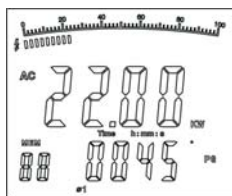

图7
1. 按下SEL键选择第一相 ①, 如图7, 双显示第一相的有功功率值和相位角, 如图7: